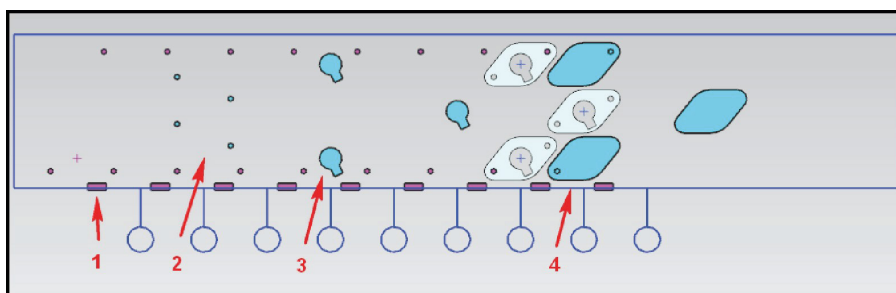

Рис. 8.6. Вид технологического процесса
2. Для удобства скройте подсборку *prj\_db\_455* (рис. 8.6).